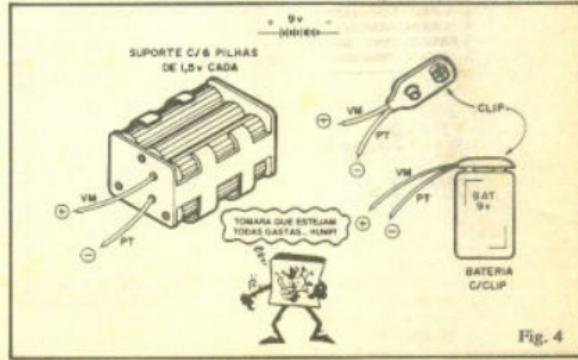

Fig. 4
- FIG. 4 - A alimentação calculada para o INTERCOMUNICADOR é de 9 volts, sob baixo consumo. Isso nos permite energizar o circuito a partir de uma pequena bateria ("quadrinhada") de 9 volts, ou ainda (caso em que a durabilidade será bem maior) com 6 pilhas pequenas de 1,5 volts cada (totalizando os necessários 9 volts) acondicionadas no respectivo suporte. Se for usada a bateria, é necessário que sua conexão ao circuito seja feita através do "clip" específico, também mostrado na figura. Tanto o suporte quanto o "clip" mantém o código universal de fio vermelho para o positivo (+) e preto para o negativo (-). Atenção!